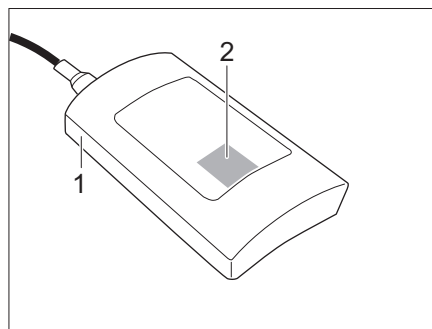

Bild 101 Kontrollbox
- Skanna QR-koden (Bild 101,2) på kontrollboxen (Bild 101,1).
- ▷ Kontrollboxen (Bild 101,1) är tillgänglig längst fram i fordonet.